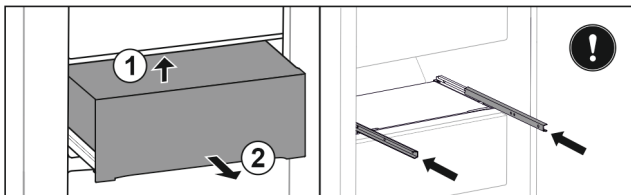

Fig. 124
- ▶ Soulever le tiroir à l'arrière par le bas. Fig. 124 (1)
- ▶ Retirer le tiroir par l'avant. Fig. 124 (2)